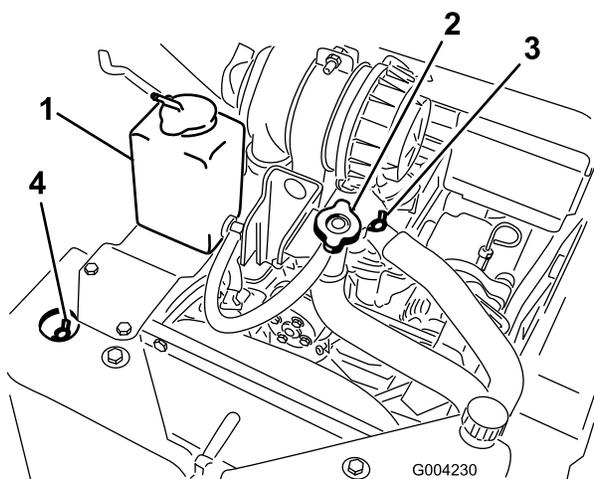

Рисунок 21
- A. Снимите крышку бака охлаждающей жидкости (Рисунок 21).
- V. Откройте передний и верхний продувочные клапаны системы охлаждающей жидкости (Рисунок 21).
- C. Заливайте охлаждающую жидкость в горловину заливочного отверстия до тех пор, пока охлаждающая жидкость не начнет выходить из переднего продувочного клапана системы охлаждающей жидкости (Рисунок 21).
- D. Закройте передний продувочный клапан системы охлаждающей жидкости (Рисунок 21).
- E. Заливайте охлаждающую жидкость в горловину заливочного отверстия до тех пор, пока охлаждающая жидкость не начнет выходить из верхнего продувочного клапана системы охлаждающей жидкости (Рисунок 21).
- F. Закройте верхний продувочный клапан системы охлаждающей жидкости (Рисунок 21).
- G. Заливайте охлаждающую жидкость в горловину заливочного отверстия до тех пор, пока охлаждающая жидкость не покажется в отверстии горловины (Рисунок 21).
- H. Установите на место крышку бака охлаждающей жидкости (Рисунок 21).
уровень не дойдет до линии Full на стенке бачка (Рисунок 21).